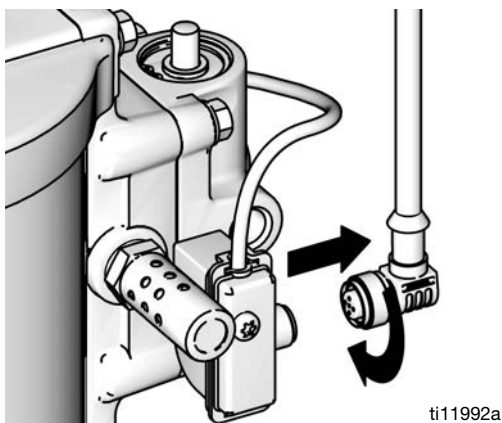

FIG. 10. Koppla bort DataTrak
1. Skruva loss kabeln från baksidan på tungrelät. Se FIG. 10.